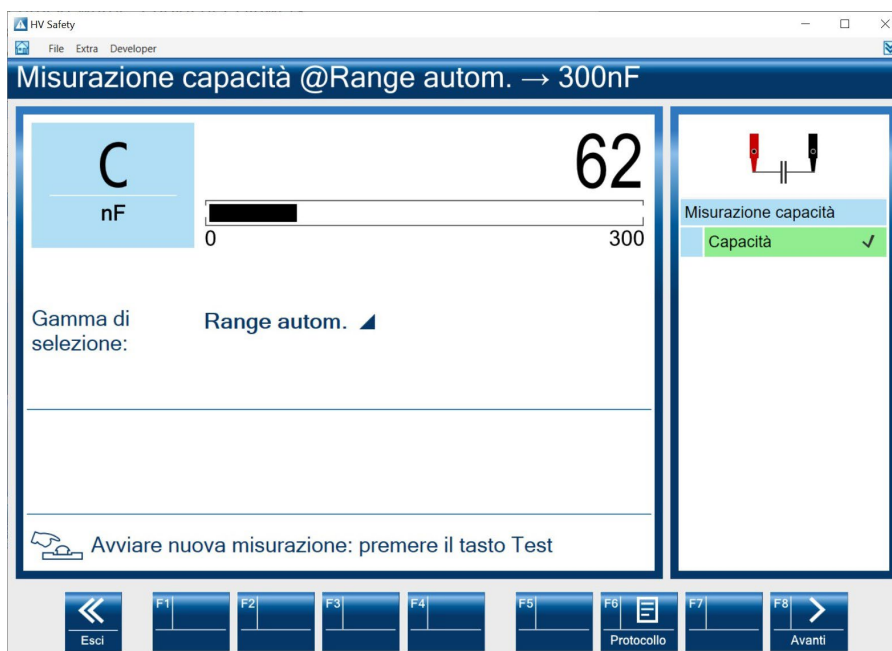

Fig. 3-9
6. Viene rappresentato il risultato di misurazione, vedere Fig. 3-9.